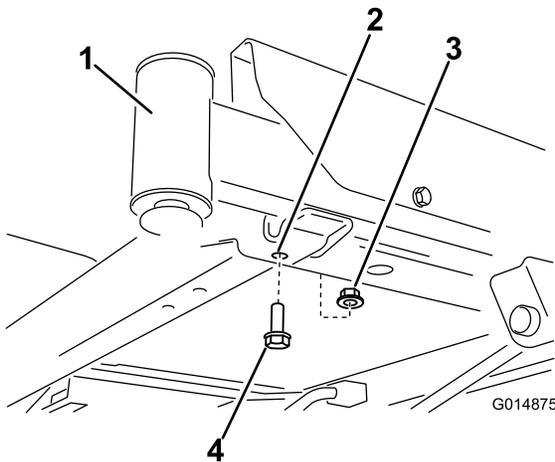
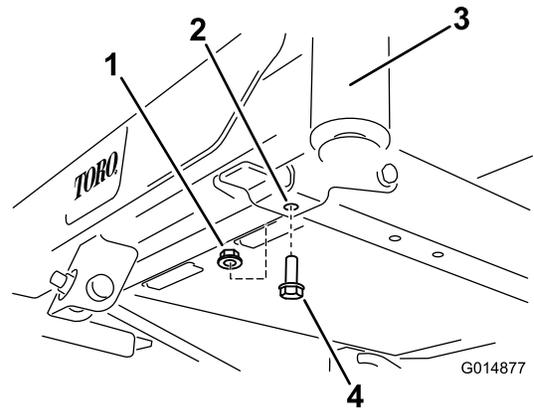

Figure 5
Figure 6
2. Repérez les boulons avant sur le dessous du cadre (Figure 5 et Figure 6).
3. Retirez les 2 boulons ($\frac{3}{8}$ x 1 po) et 2 deux contre-écrous ($\frac{3}{8}$ po), comme montré à la Figure 5 et la Figure 6.